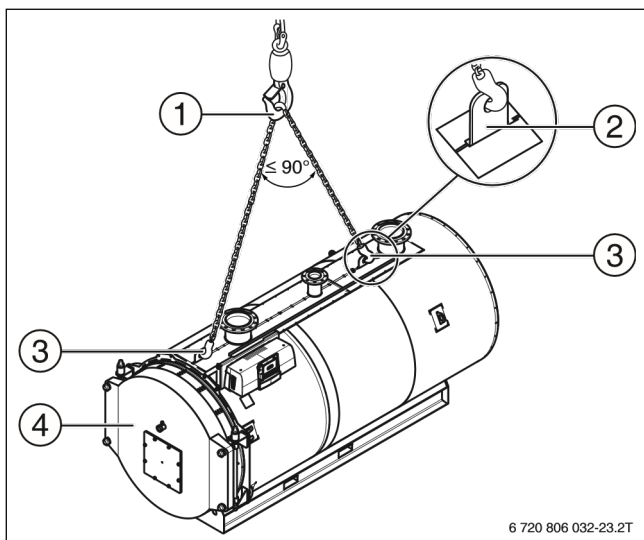

Рисунок 7 Схема строповки
- ▶ Отверстия для транспортировки вилочным погрузчиком (→Рисунок 7, [2]).